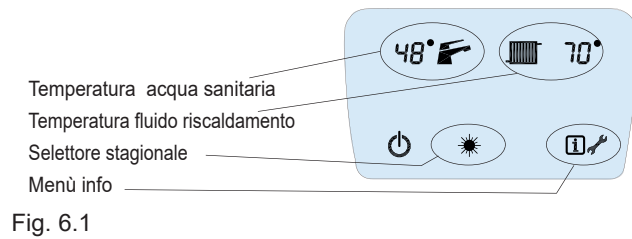

Fig. 6.1
- Al simbolo di accesso al menù attesa/spengimento (fig. 6.1)